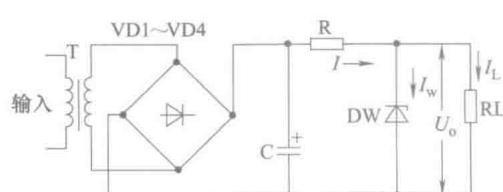

图 1-13 稳压二极管稳压电路
(1) 稳压二极管稳压电路 如图 1-13 所示，电路由电阻 R 和稳压二极管 DW 组成，图中 R 为限流电阻，RL 为负载， U_o 为整流滤波电路输出的直流电压。